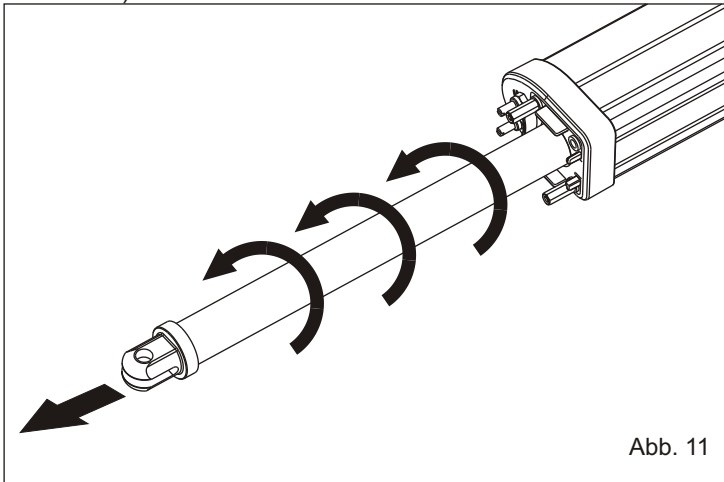

Abb. 11
**2.5. WICHTIG:** Den Arm bis zur maximalen Verlängerung abschrauben und danach i gegengesetzter Richtung mindestens eine halbe Runde drehen (anschrauben) siehe Abb. 11 und 12.